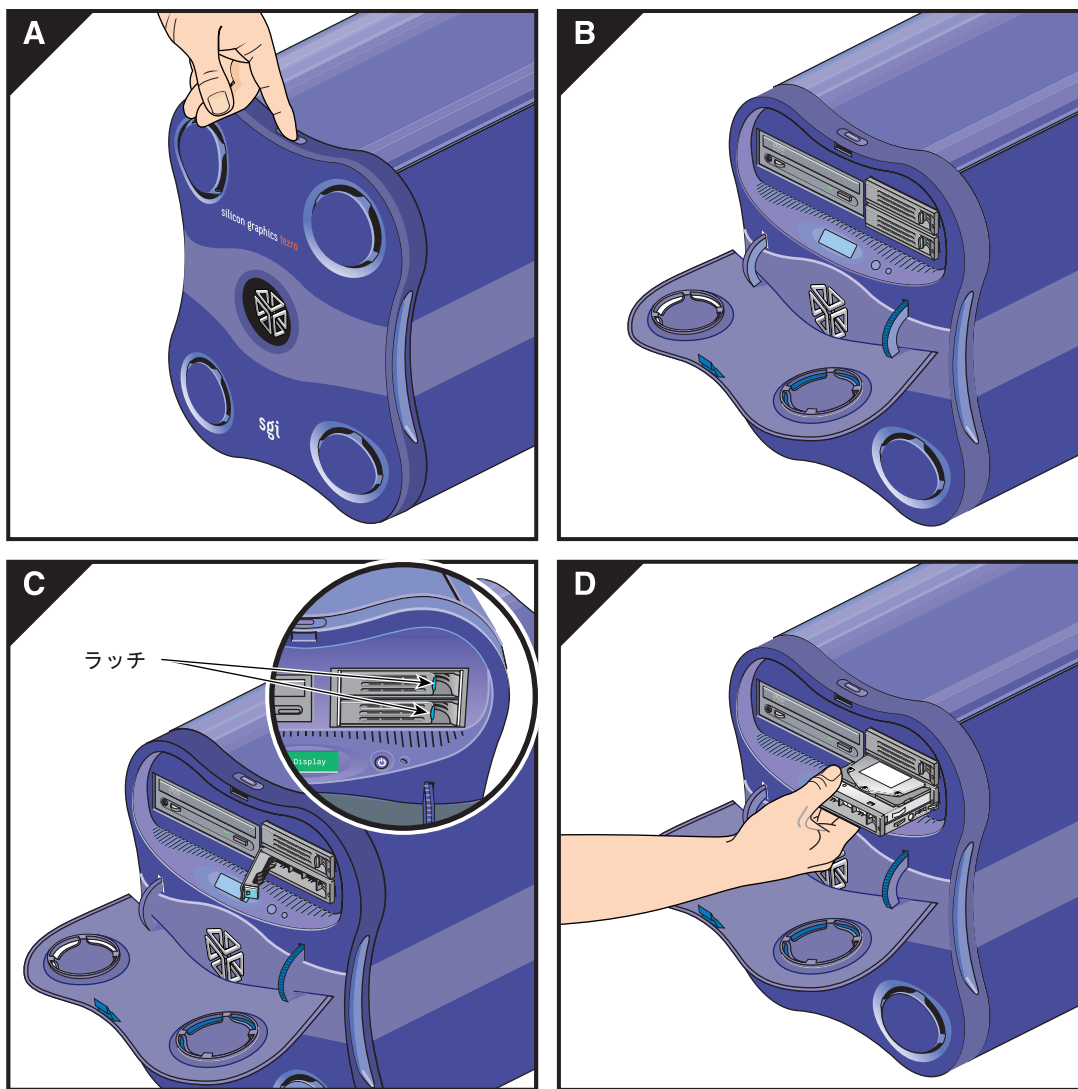

図3-11 内蔵ハードディスク・ドライブの取付け
2. 取付けるドライブのハンドルを完全に開いた状態にします。ドライブ・スレッドの位置を調整して、ドライブ・ベイのガイド・レールに合わせます (図 3-11 を参照)。
3. 開いているベイの左側と固定ハンドルがかみ合うまで、ドライブ・スレッドをゆっくりとドライブ・ベイに差込みます。固定ハンドルがラッチに固定されるまで筐体の方向に回します (図 3-11 を参照)。
2. 固定ハンドルの右側を押します。ハンドルが筐体のラッチから外れます（図 3-11 を参照）。
3. 固定ハンドルが完全に開くまで筐体と反対の方向に回します。ドライブ・スレッドをドライブ・ベイからゆっくりと外にスライドさせます。固定ハンドルを持ってドライブ・スレッドを引抜かないでください（図 3-11 を参照）。